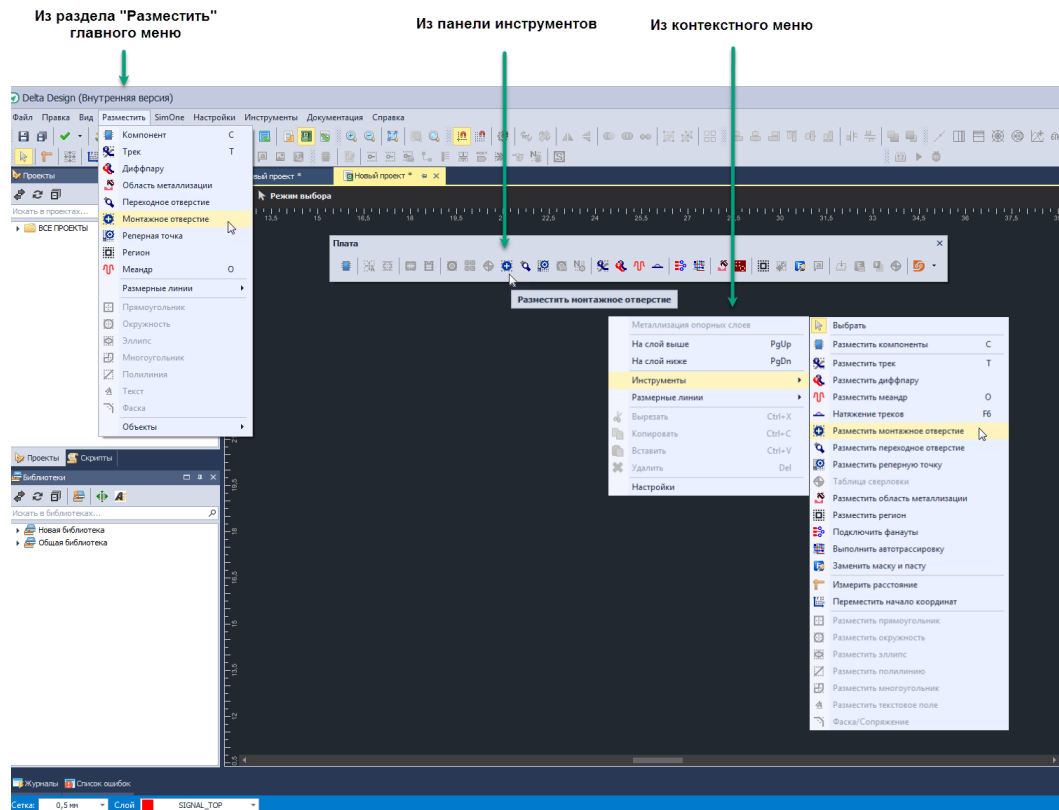

Рис. 155 Вызов инструмента «Разместить монтажное отверстие»
1. Вызвать инструмент «Разместить монтажное отверстие», который обозначается значком  на панели инструментов «Плата», а также доступен в пункте «Инструменты» в контекстном меню и в разделе «Разместить» главного меню, см. Рис. 155.